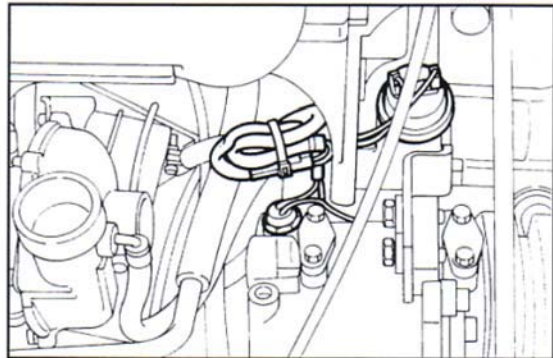

Fig. 8 ▼
- tagliare la fascetta cablaggio e scollegare i connettori del compressore condizionatore e del bulbo pressione olio (Fig. 8);
- cut the cable strap and disconnect the connectors of the air conditioner compressor and of the oil pressure bulb (Fig. 8);
- tagliare la fascetta cablaggio e scollegare i connettori del compressore condizionatore e del bulbo pressione olio (**Fig. 8**);
- cut the cable strap and disconnect the connectors of the air conditioner compressor and of the oil pressure bulb (**Fig. 8**);